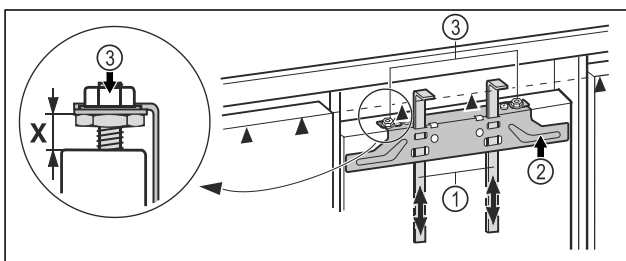

Fig. 42
- ▶ Montagehilfen Fig. 42 (1) auf Möbeltürhöhe hochschieben. Untere Anschlagkante ▲ der Montagehilfe = Oberkante der zu montierenden Möbeltür.
- ▶ Befestigungstraverse Fig. 42 (2) über die Kontermuttern Fig. 42 (3) abschrauben.